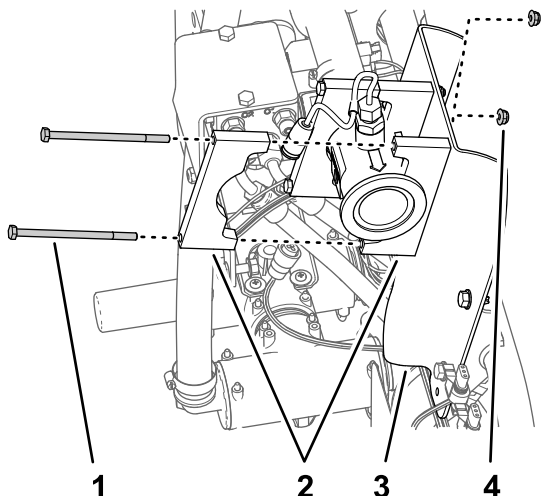

Figura 75
3. Allineate 2 metà del morsetto di supporto tra il flussometro e la relativa staffa e allineate i fori nelle metà del morsetto con i fori nella staffa (Figura 75).
4. Allineate una metà del morsetto di supporto sulla parte posteriore del flussometro con una delle metà del morsetto che avete montato al passaggio 3 (Figura 75).
5. Montate entrambe le metà del morsetto sulla staffa del flussometro (Figura 75) con 2 bulloni (1/4" x 4 1/2") e 2 dadi di bloccaggio flangiati (1/4").